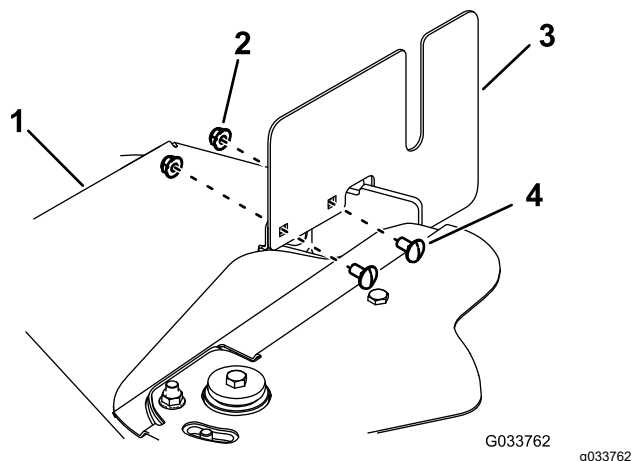

Figure 69
5. Retirez les 4 boulons de carrosserie et les 4 écrous qui fixent les 2 couvercles latéraux aux couvercles de courroie (Figure 69).
12. Montez les 2 couvercles latéraux sur les couvercles de courroie au moyen des 4 boulons de carrosserie et 4 écrous (Figure 69).